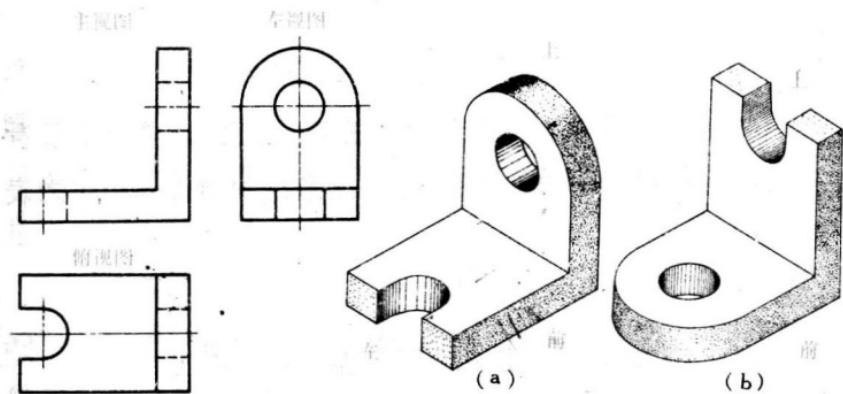

图 1-15 支架的三视图 图 1-16 根据视图特点，摆正支架的位置
现以图 1-15 支架的视图为例，说明怎样对着实物看图。
1. 识图名 根据视图间的位置关系，可定出各图的名称，见图 1-15 上的文字说明。
根据图 1-15 主视图的图形特点，可以把支架摆成图 1-16 (a)、(b)两种位置。粗看好象都行，但仔细对照，发现图(b)的圆孔只对着图 1-15 主视图上一条直虚线，缺口却对着两条虚线，说明图 1-16(b) 的摆法不对。图 1-16(a) 的摆法和图 1-15 的主视图都对得上。对上以后，还要进一步核对其它视图。按照图 1-16(a) 的摆法和图 1-15 的俯视图对照，缺口在左边，